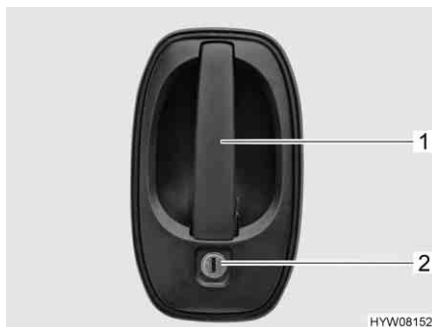

Fig. 48 Serratura della porta (porta conducente/porta di ingresso, lato esterno)
- Inserire la chiave nel cilindro della serratura (Fig. 48,2) e ruotare fino a quando la serratura della porta si sblocca.
- Tirare la maniglia della porta (Fig. 48,1). La porta è aperta.
- Inserire la chiave nel cilindro della serratura (Fig. 48,2) e ruotare fino a quando la serratura della porta si blocca.